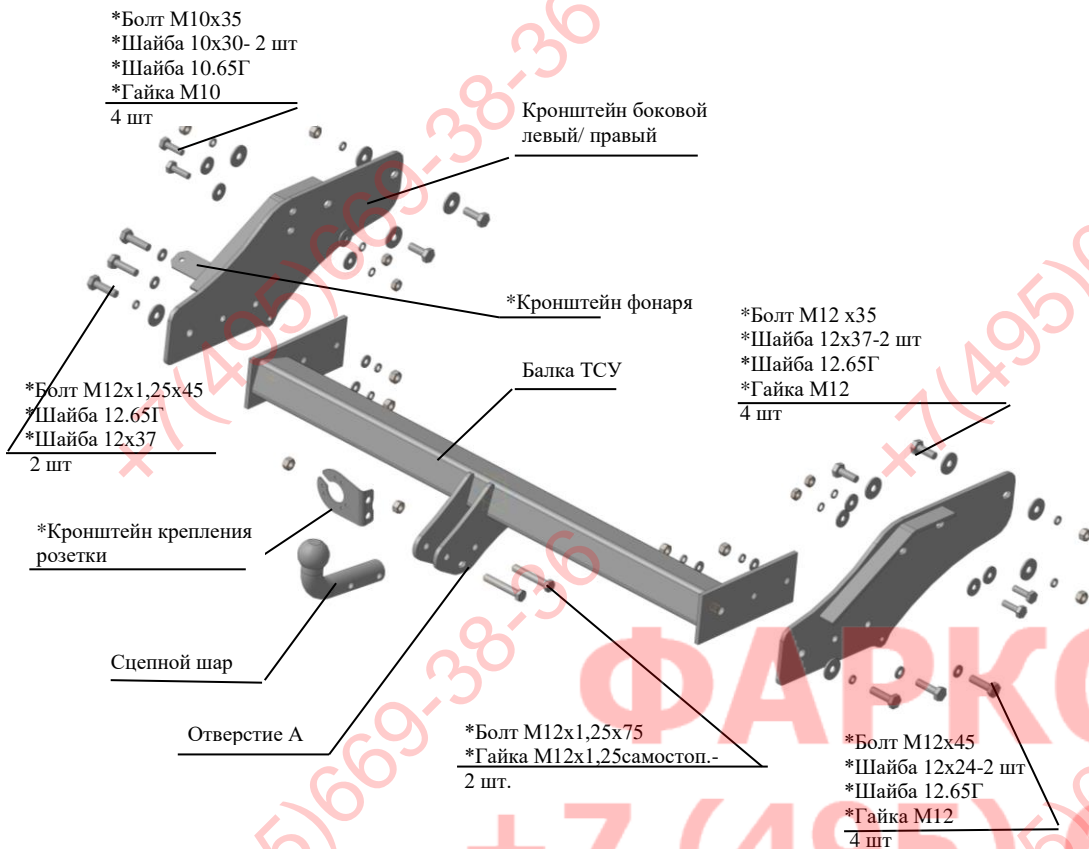

Рис.1 Тягово-сцепное устройство 3200.
2.1 ТСУ 3200 в сборе (рис.1)	1 шт.
2.2 Пакет с комплектующими (см. рис.1)	1 шт.
- 4.1 Снять задний бампер, снять левый противотуманный фонарь. Установить боковые кронштейны ТСУ (правый и левый соответственно рис.1), закрепив к боковым полкам рамы а/м болтами М12х35 и гайками М12, подложив под гайки шайбы 12.65Г и 12х37, а под головки болтов – шайбы 12х37 и болтами М10х35 и гайками М10, подложив под гайки шайбы 10.65Г и 10х30, под головки болтов подложив шайбы 10х30, . Крепеж не затягивать.
4.4 Установить на место бампер и закрепить слева (по ходу а/м) противотуманный фонарь на кронштейн фонаря штатным крепежом фонаря, а к боковому кронштейну болтом М8х25 и гайкой М8, подложив под гайку шайбу 8.65Г и 8х17 (на рис.1 данный крепеж условно не показан).